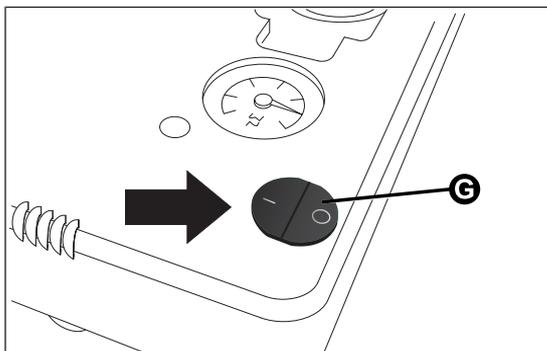

fig. 126
- s'assurer que l'interrupteur G fig. 126 soit sur **0** (éteint), puis démarrer le moteur ;